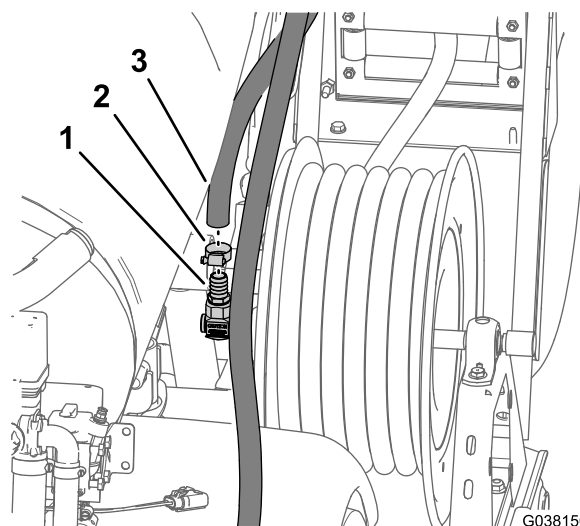

Figura 98
- Conecte la manguera de alimentación al acoplamiento dentado en la entrada del carrete de la manguera (Figura 98), y sujete la manguera con una abrazadera de 13 a 32 mm.